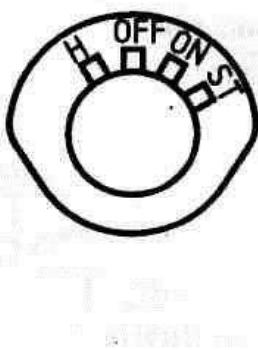

Рис. 1. Рабочая схема замка зажигания.
**Использование замка зажигания.** Обратитесь к рабочей схеме (см. Рис. 1) замка зажигания: поверните ключ в положение «OFF», чтобы выключить, в положение «ON», чтобы включить питание. Поверните ключ зажигания по часовой стрелке в положение «H» для пуска двигателя после подогрева. Поверните против часовой стрелки в положение «ST» для пуска двигателя без предварительного подогрева.